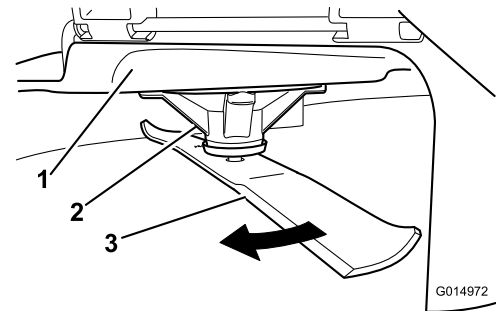

Figura 57
2. Purtați mănuși cu protecție corespunzătoare sau alte protecții adecvate pentru mâini și rotiți încet lama într-o poziție care vă permite să măsurați distanța dintre marginea de tăiere și suprafața uniformă pe care se află maina (Figura 57).